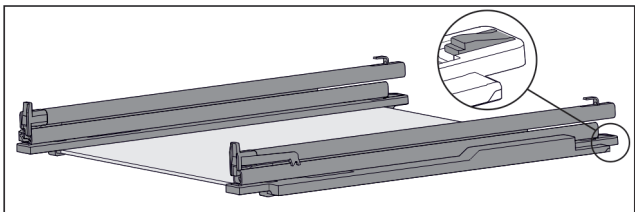

Fig. 116 带轨道和固定件的玻璃隔板
- ▶ 将固定件后部向下压 (参见 Fig. 116)，同时向后推轨道。